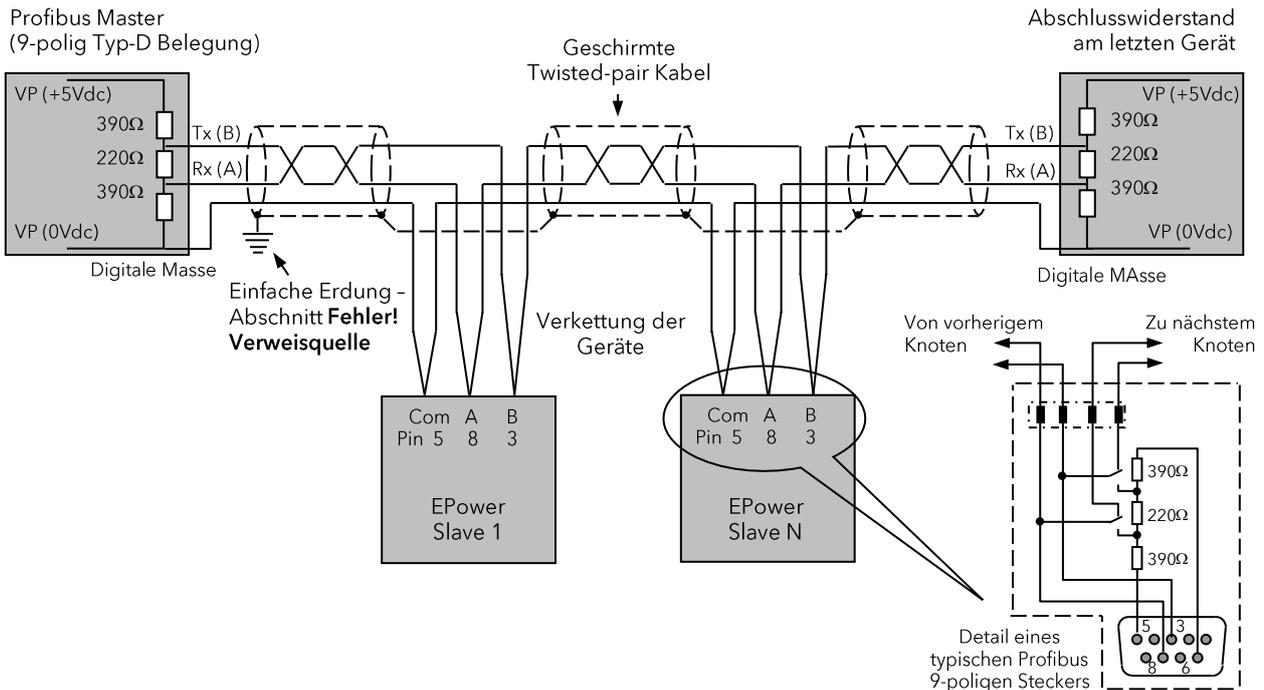

Abbildung 8-1: Allgemeine Profibus Verdrahtung
Die in Abschnitt 2.5 beschriebenen Verdrahtungsprinzipien gelten ebenso für Profibus. Wie Sie in Abbildung 8-1 sehen, unterscheidet sich der Leitungsabschluss vom EIA485 Standard.
6. Achten Sie darauf, dass der letzte Knoten der Übertragungsleitung (egal welches Gerät dies ist) mit den in Abbildung 8-1 gezeigten drei Widerständen korrekt abgeschlossen ist. Nur das erste und das letzte Gerät dürfen Abschlusswiderstände beinhalten.